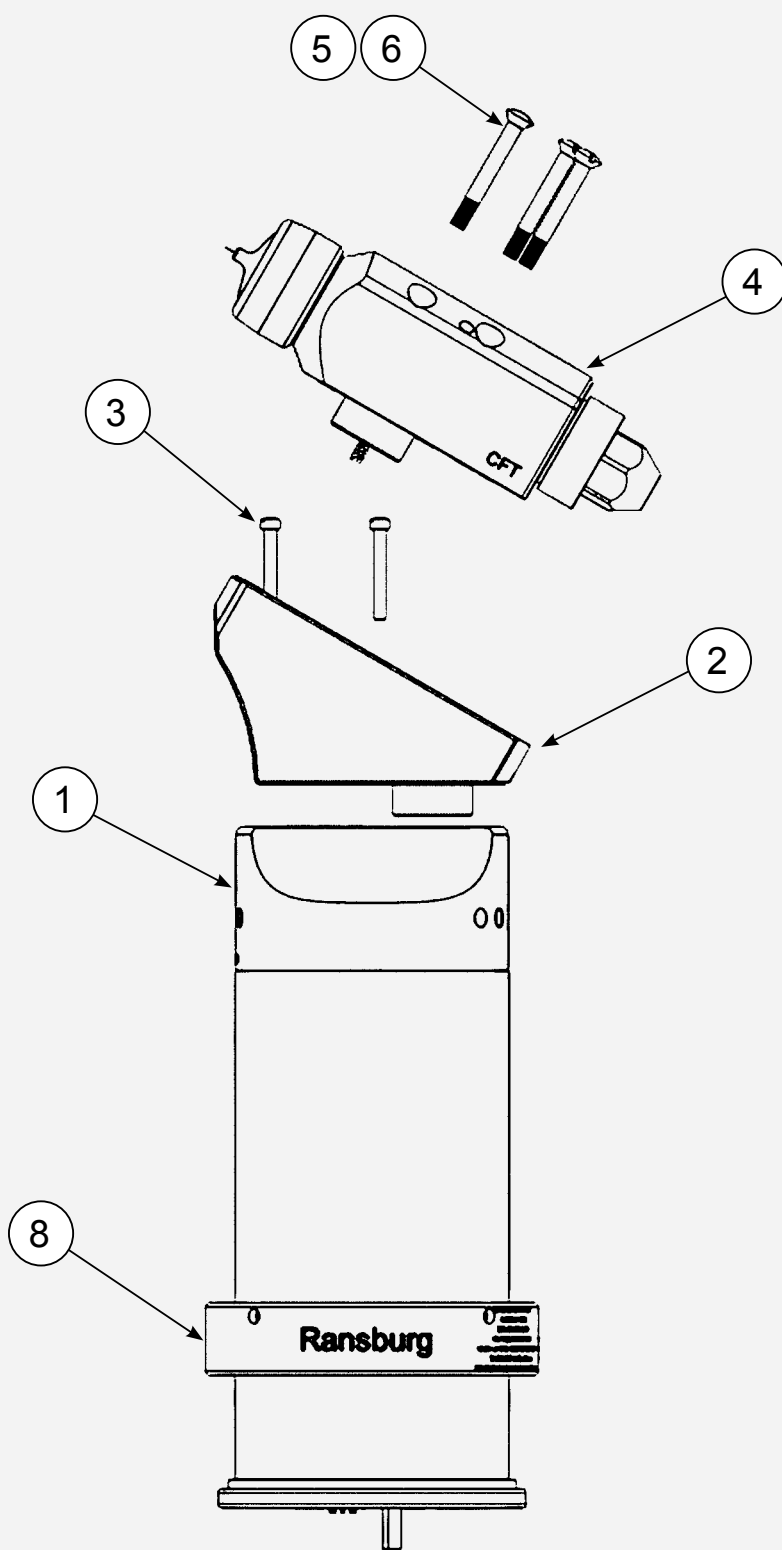

Figura 16: Gruppo applicatore a doppio spurgo a testa singola a 60° Evolver 500 Series
15. Rimontare la testa di spruzzatura al blocco collettore allineando la spina di collegamento nella cavità del blocco di montaggio e fissare con quattro bulloni come illustrato nella **Figura 16**.